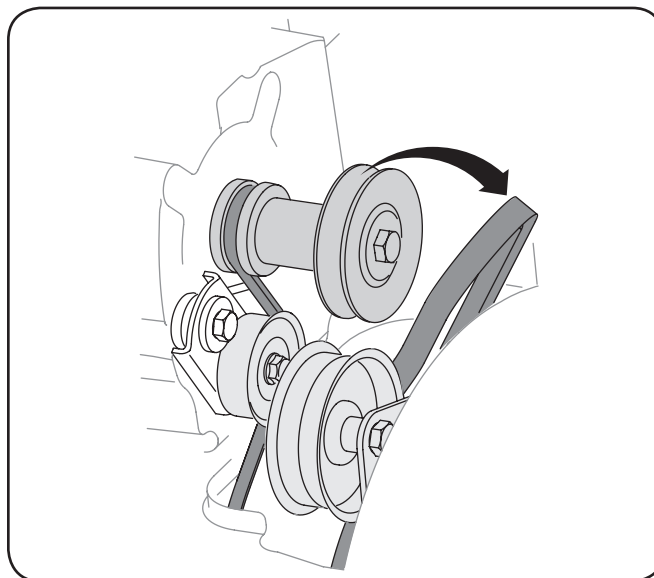

Figura 7-3
5. Saque la correa de la barrena de la polea del motor. Vea la Figura 7-3.